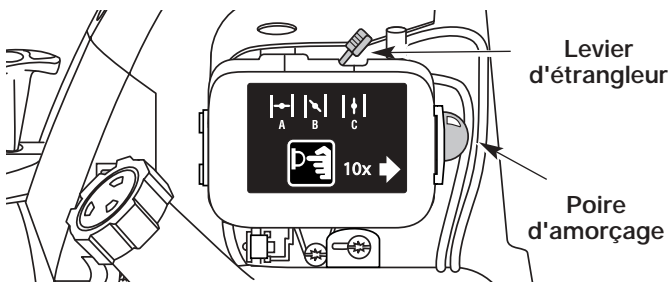

Figure 21
4. Mettez le levier d'étrangleur en position d'étranglement **MAXIMUM (A)** |←| (Fig. 21).
NOTE : Placez le levier d'étrangleur au-dessus du symbole correspondant de l'autocollant du couvercle du filtre à air (Fig. 21).
5. Enfoncez complètement puis relâchez graduellement la poire d'amorçage 10 fois. Vous devriez sentir et voir de l'essence dans la poire (Fig. 21). S'il n'y en a pas, appuyez trois fois de plus ou jusqu'à en voir.
7. L'appareil étant prêt à démarrer et le levier en position d'étranglement **MAXIMUM (A)** |←| tirez brusquement sur la corde de démarrage 5 fois. Si le moteur essaie de démarrer avant la cinquième fois, passez à l'étape 8.
8. Mettez le levier d'étrangleur en position **PARTIEL (B)** |↘| (Fig. 21).
2. Mettez le levier d'étrangleur en position **PARTIEL (B)** |↘| (Fig. 21).
3. Enfoncez complètement puis relâchez graduellement la poire d'amorçage 10 fois. Vous devriez sentir et voir de l'essence dans la poire (Fig. 21). S'il n'y en a pas, appuyez trois fois de plus ou jusqu'à en voir.